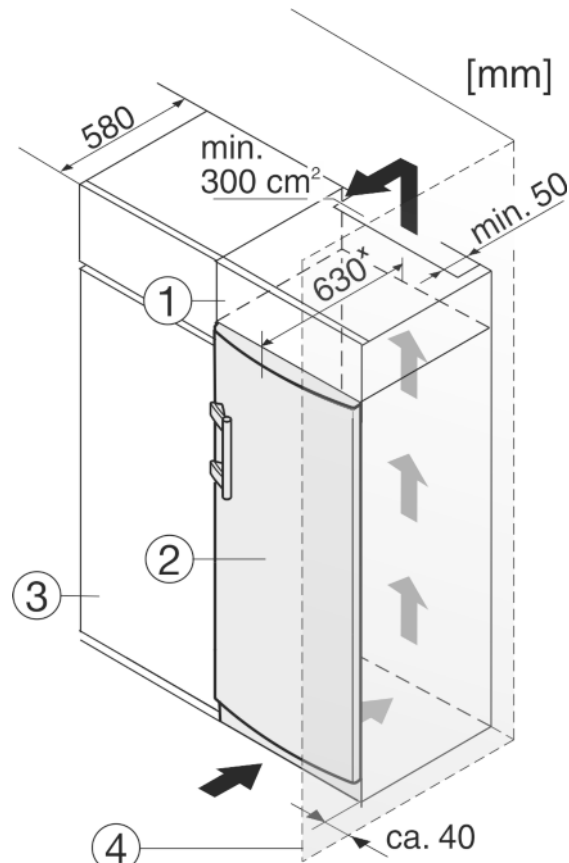

Fig. 10
L'appareil peut être réagencé avec des buffets de cuisine. Pour adapter l'appareil Fig. 10 (2) à la hauteur du coin cuisine, une rehausse Fig. 10 (1) peut être posée sur l'appareil.
Lors de la transformation avec des placards de cuisine (profondeur max. 580 mm), l'appareil peut être placé directement à côté du placard de cuisine Fig. 10 (3). L'appareil dépasse latéralement de 34 mm\* et de 50 mm\* au centre de l'appareil par rapport à la face avant du placard de cuisine.
Si l'appareil est installé avec les charnières à côté d'un mur *Fig. 10 (4)*, la distance entre l'appareil et le mur doit être de 40 mm min. Ceci correspond à la saillie de la poignée lorsque la porte est ouverte.